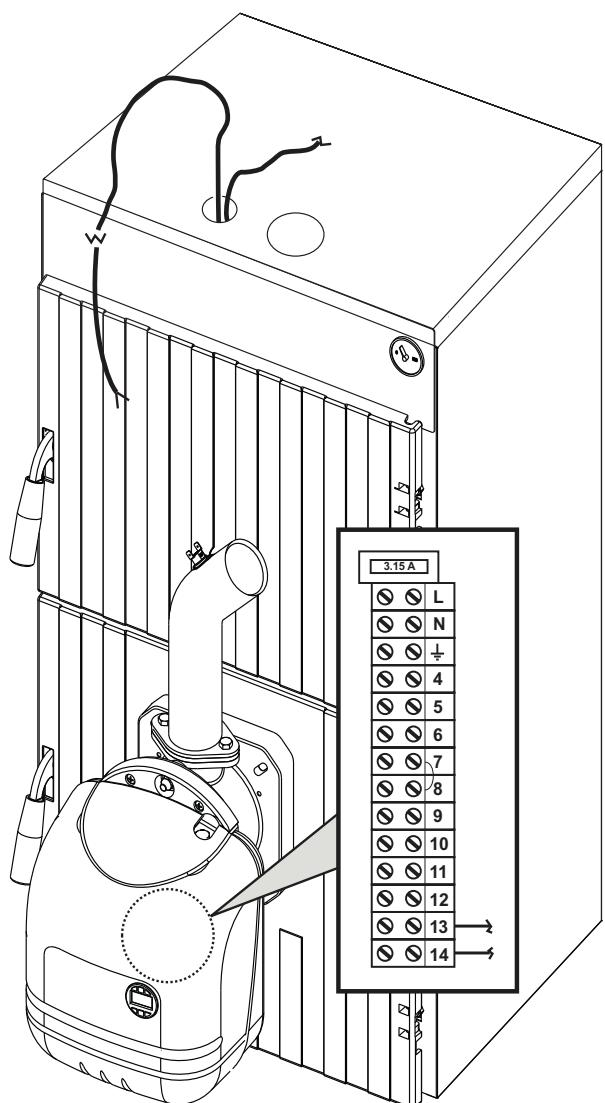

рис. 11
- Установите крышку котла и пропустить кабель из отверстия, как показано на рис. 11.